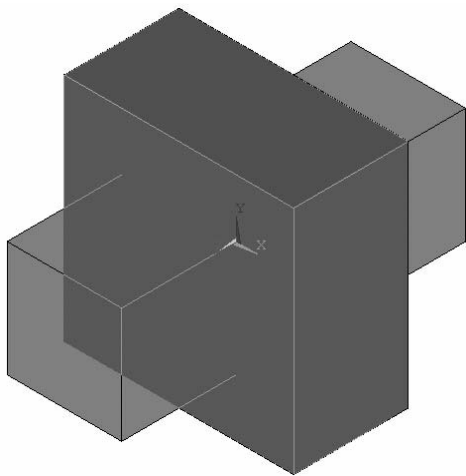
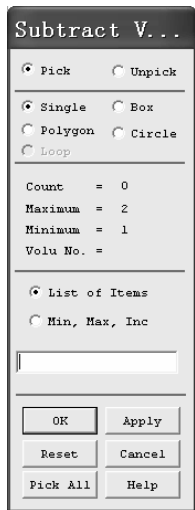

图 2-90 扁平长方体被选中
图 2-91 “Subtract V...”窗口
(5) 用鼠标左键单击“Multiple\_Entities”窗口中的“Next”按钮, 图中较扁平的长方体被选中(见图 2-90), 单击“Subtract V...”窗口中的“OK”按钮, 再次弹出“Subtract V...”窗口(见图 2-91)。